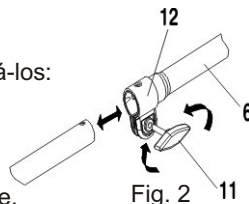

Fig. 2
**Conectando a haste curva no eixo superior (Fig. 2)**
- Aperte a borboleta (11) girando no sentido horário.
**Observação: Durante o uso, verifique periodicamente a borboleta (11) e aperte-a sempre que necessário.**
**Removendo a haste curva do eixo superior (Fig. 2)**